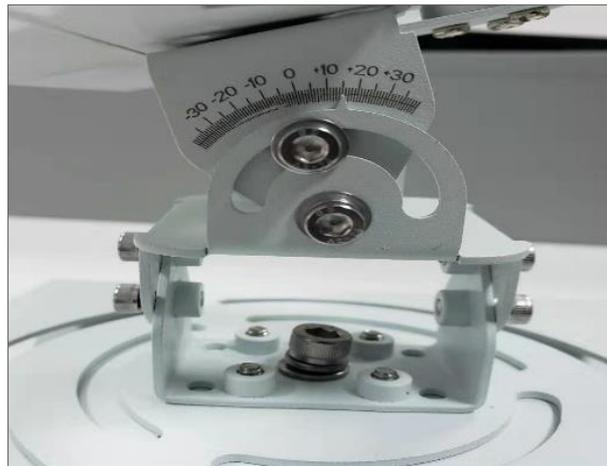

Figura 9 – Registro do ângulo de inclinação
2) De acordo com a altura real de instalação, encontre o ângulo  $\alpha$  dado na tabela do ângulo de inclinação, e o ângulo de inclinação final é  $(\gamma + \alpha)$  na escala lateral, com a tolerância de  $\pm 1^\circ$ . Por exemplo, se o radar estiver montado a 7 metros de altura, o ângulo de inclinação inicial é de  $0^\circ$  e o ângulo de inclinação do radar  $(\alpha + \gamma)$  é de  $15^\circ$  (Figura 9). No processo de instalação real, o ângulo inicial geralmente não é igual a  $0^\circ$ .